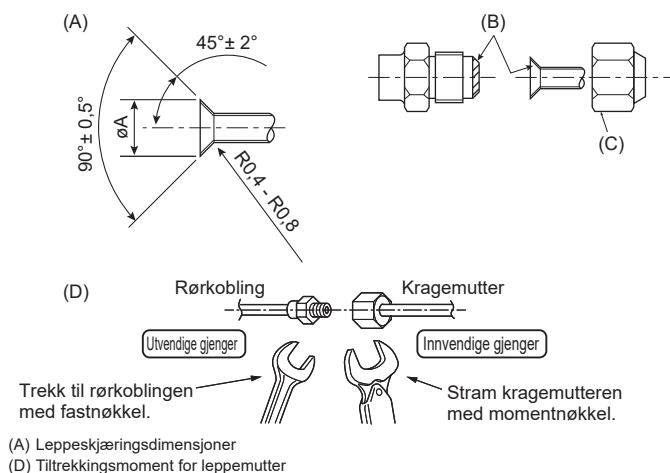

Fig. 4-1
(A)(Fig. 4-1)
(D)(Fig. 4-1)
### 4.2. Kople til rør (Fig. 4-1)